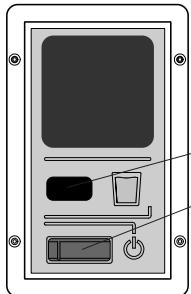

Fig. 10: Kontrollpanel AD, S-versjonen
- Slå av avfukteren med strømbryteren. Trykk deretter på på-av-bryteren **E-versjonen** (fig. 9, pos. 5), S-versjonen (fig. 10, pos. 2) på kontrollpanelet. Hvis avfukteren er riktig tilkoblet og fuktigheten på stedet er høyere enn den innstilte fuktighetsverdien (**bare E-versjonen**), begynner avfukteren å arbeide.
1. Slå av avfukteren med på/av-knappen (fig. 9, pos. 5) og (fig.10, pos. 2).